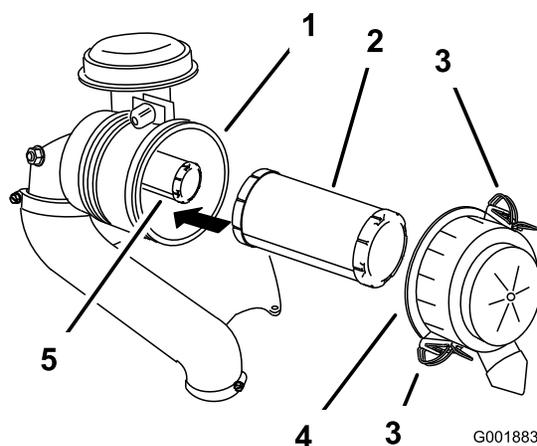

Рисунок 56
3. Освободите защелки воздухоочистителя и отделите крышку от корпуса воздухоочистителя (Рисунок 56).
5. Осторожно извлеките фильтр грубой очистки из корпуса воздухоочистителя (Рисунок 56).
2. При замене внутреннего фильтра осторожно вставьте его в корпус фильтра (Рисунок 56).
3. Осторожно вставьте фильтр грубой очистки поверх контрольного фильтра (Рисунок 56).
4. Установите крышку воздухоочистителя и закрепите ее защелками (Рисунок 56).